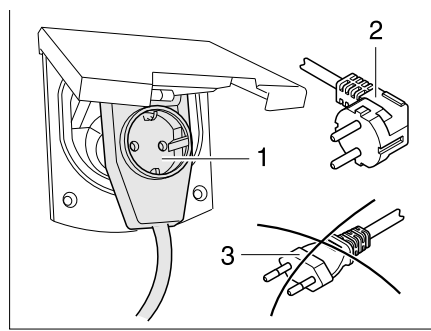

Fig. 298 Conexión a un conector con salida lateral del cable con caja de enchufe
- Al utilizar un acoplamiento acodado CEE 17, con caja de enchufe incorporada en el lado trasero (Fig. 298,1), emplear únicamente un conector IP 44 de goma impermeable, con contacto protector (Fig. 298,2). No utilizar conector sin contacto protector (Fig. 298,3). ¡Peligro de electrocución!